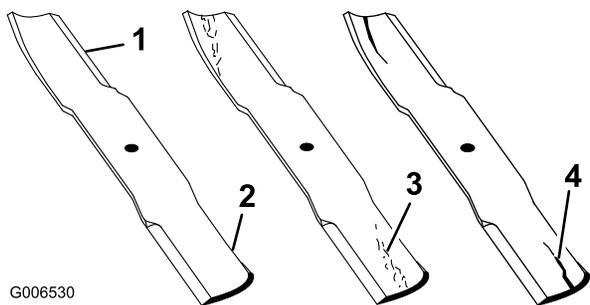

Figura 52
1. Inspeccione los filos de corte (Figura 52). Si los bordes no están afilados o tienen muescas, retire las cuchillas y afílelas. Consulte Afilado de las cuchillas.
2. Inspeccione las cuchillas, especialmente la parte curva (Figura 52). Si observa daños, desgaste o la
formación de una ranura en esta zona (Figura 52), instale inmediatamente una cuchilla nueva.